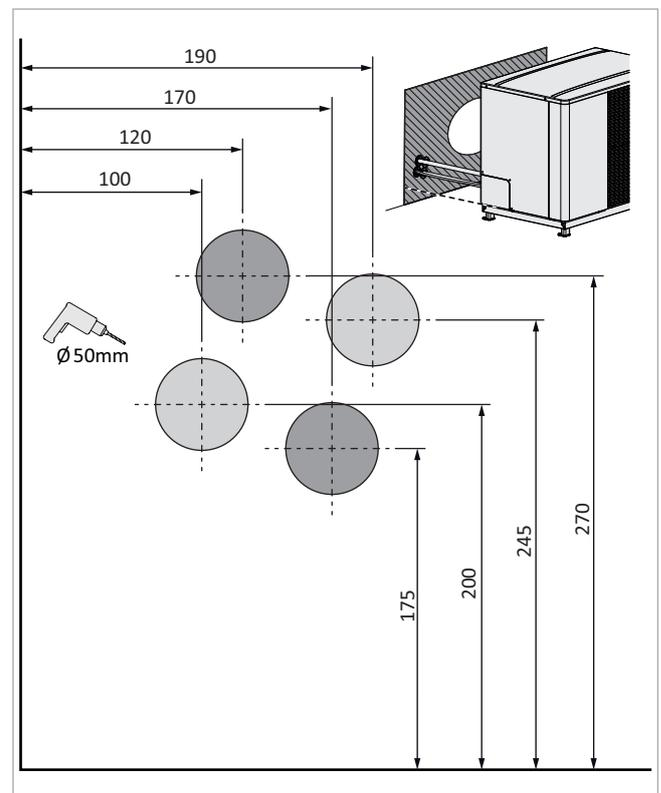

Abb. 1: Bohrschablone Wanddurchführung oberirdisch
1. Die Positionen der Bohrlöcher an der Gebäudewand anzeichnen. Dazu die Bohrschablone oder alternativ die in → *Abb. 1* aufgeführten Maße verwenden.